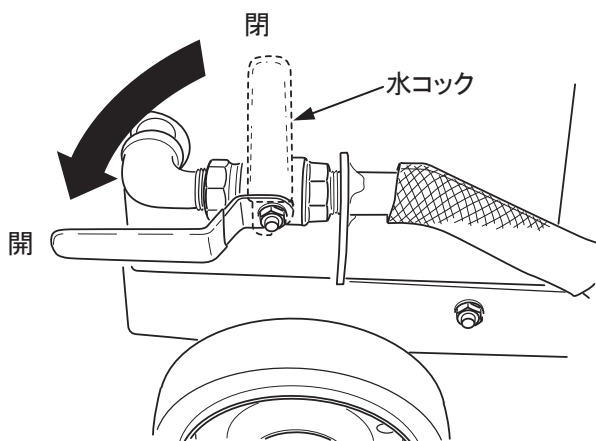

図 34
3. 水コックを開いてダイヤモンドブレードへ冷却水を送ります。(図34)